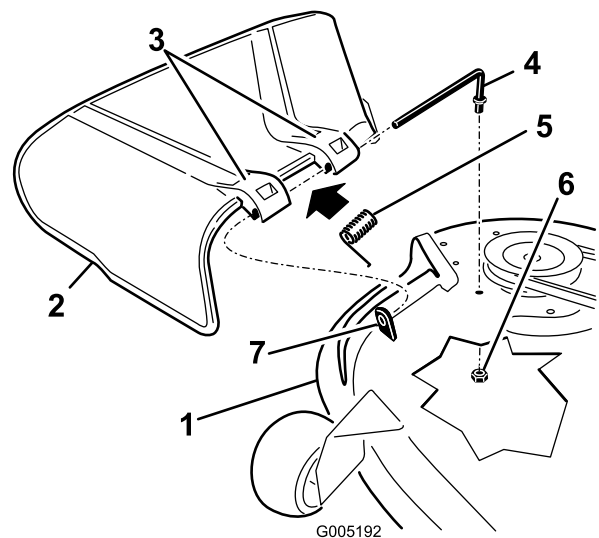

Figure 63
1. Repérez les éléments illustrés (Figure 63).
2. Retirez l'écrou (3/8") de la tige, sous le tablier de coupe (Figure 63).
3. Sortez la tige de la courte cheville de positionnement, du ressort et du déflecteur d'herbe (Figure 63). Enlevez le déflecteur s'il est endommagé ou usé.
4. Remettez en place le déflecteur d'herbe (Figure 63).
6. Placez le ressort sur la tige, les fils d'extrémité dirigés vers le bas, entre les supports du déflecteur d'herbe. Insérez la tige dans le deuxième support du déflecteur d'herbe (Figure 63).
7. Insérez la tige à l'avant du déflecteur dans la courte cheville de positionnement sur le tablier. Fixez l'extrémité arrière de la tige dans le tablier de coupe à l'aide d'un écrou (3/8") (Figure 63).